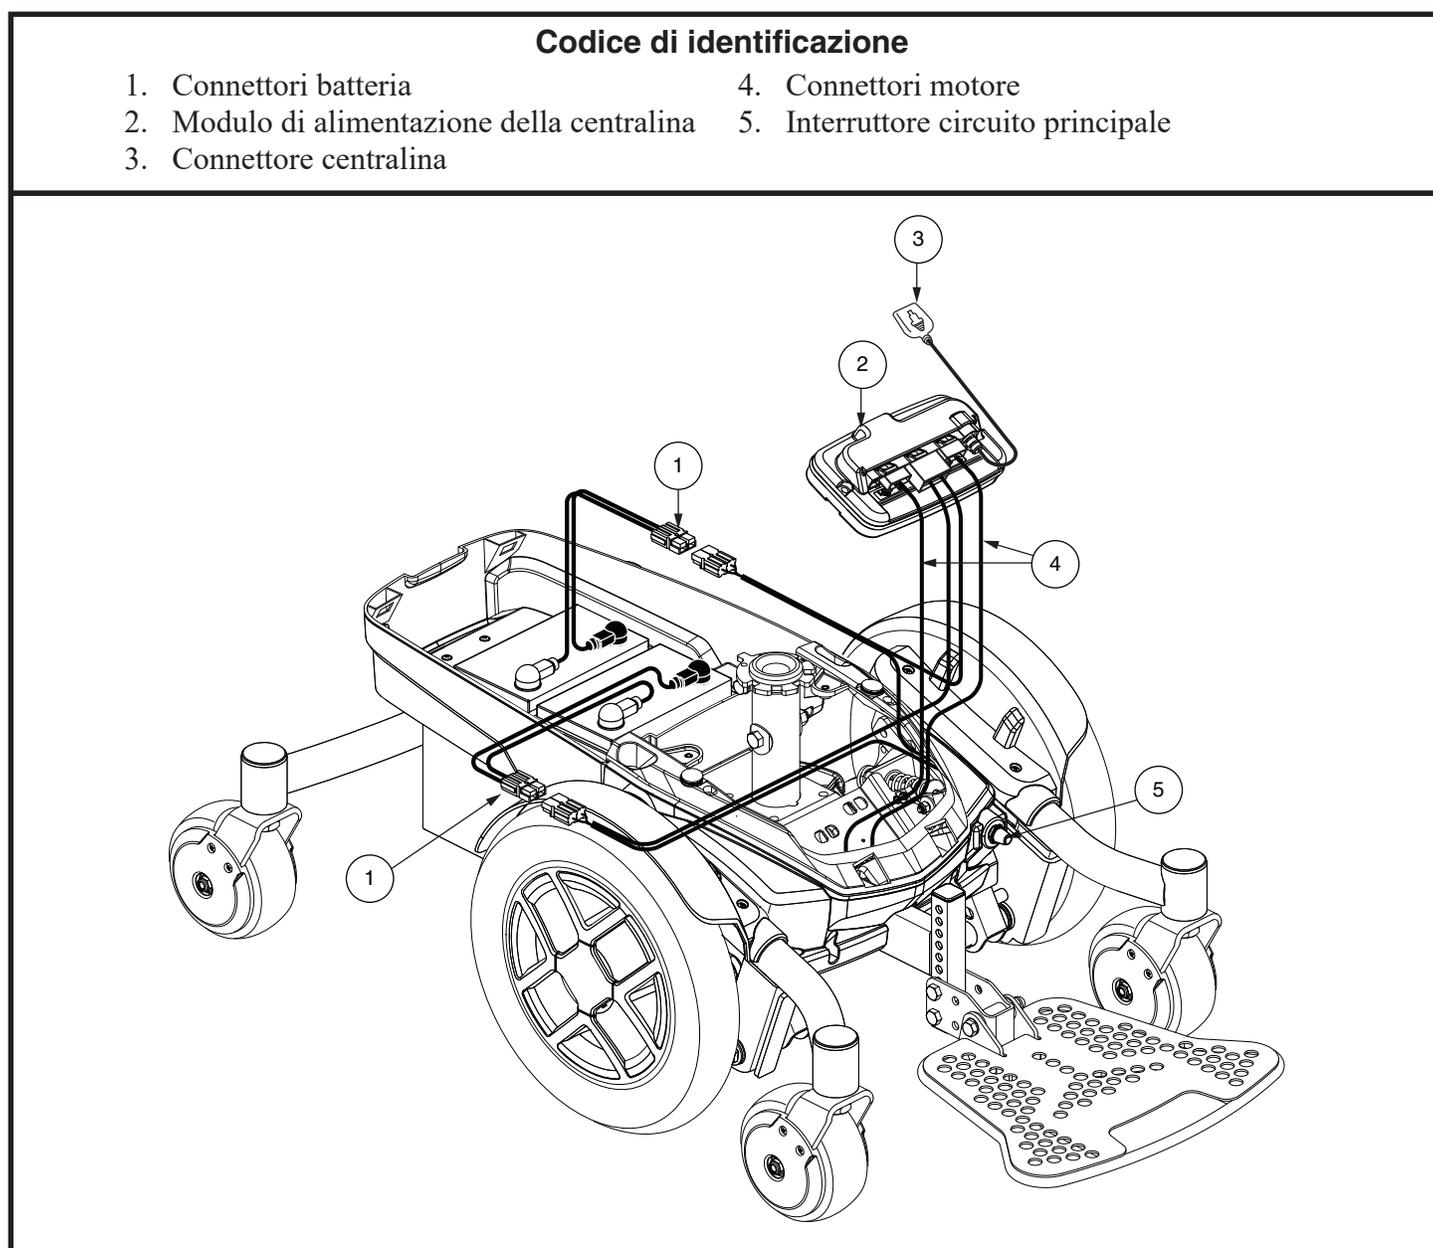

Figura 3. Jazy EVO 613 con componenti elettrici delle batterie SLA
4. Collegare il cablaggio della centralina al connettore sulla base di alimentazione. Vedere **figura 3 o 4**.